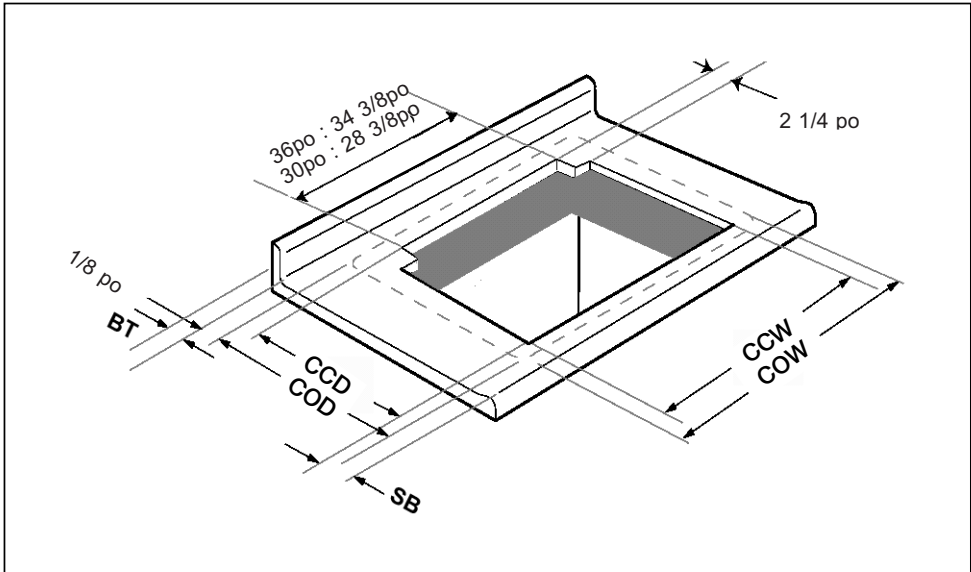

Fig. 8
B. INSTALLATION AVEC AUTRE MARQUE DE PLAQUE DE CUISSON (figure 8)
Voir figure 8 pour les largeurs de découpe et les définitions de dimensions.
6. Couper le plan de travail avec les dimensions : CD, CW et SB comme définies à la figure 8.